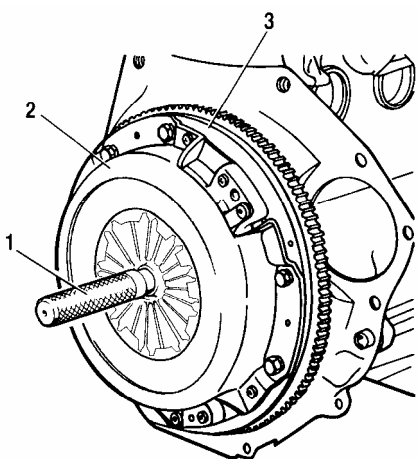

Рис. 3-4. Центрирование ведомого диска:
- установите сцепление, расположив ведомый диск выступающей частью в сторону нажимного диска и отцентрируйте диск относительно маховика оправкой А.70081, заменяющей шлицевой конец первичного вала коробки передач (рис. 3-4).